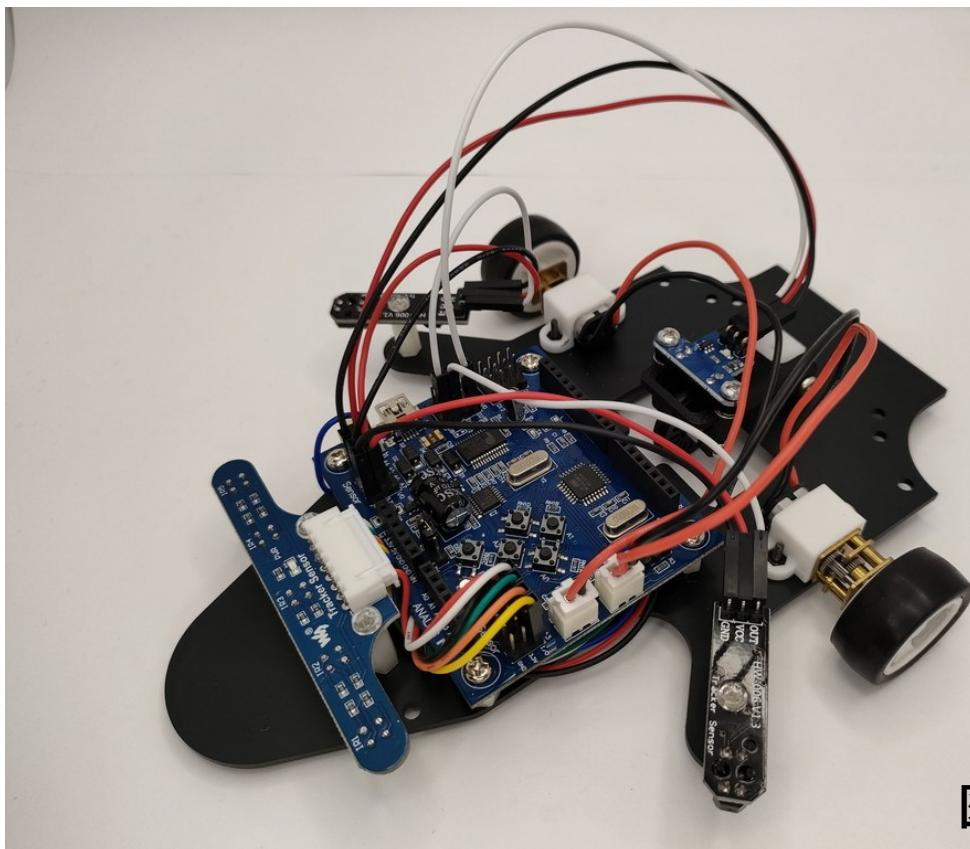

図2-6
5. 「センサ」「モーター」「ロータリー エンコーダ」を取り付けと、図2-6のようになります。このあとは「Arduino Nano」版での「①-6」の工程と同様に最終仕上げを行えば完成です。
③. micro:bit 版 での組み立て